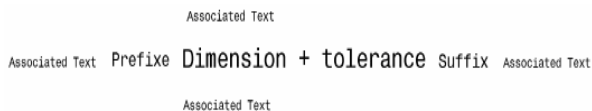

图 6-462
- Associated Texts (关联的文本): 可以在主值和双值的前面、后面、下面和上面插入文本, 如图 6-462 所示。